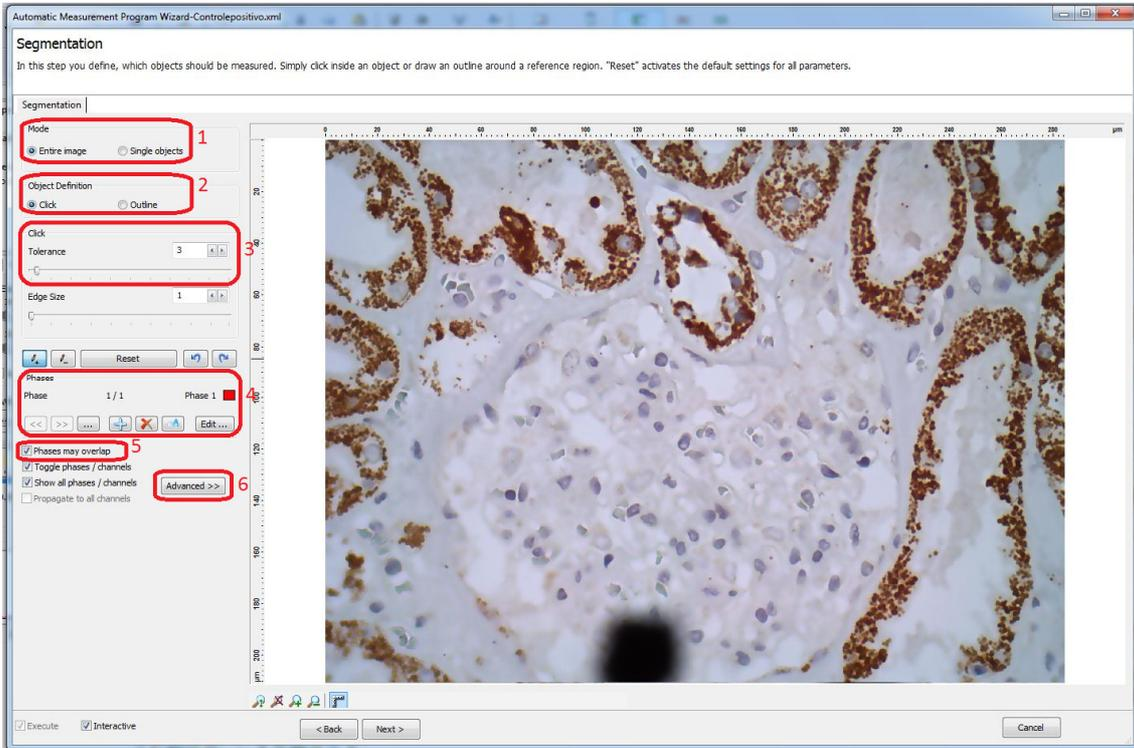

Figura 10.14 – Passo 7, segmentação
Seguindo o passo-a-passo ilustrado na figura 10.14, entende-se que para a imagem inteira (1), através de um *click* na cor de interesse (2), com uma certa tolerância à variação de tonalidade daquela cor (3), será feita a marcação da fase 1/1 em vermelho (4). Em outras palavras, ao se posicionar o mouse sobre a imagem, a composição de cor do *pixel* sob o ponteiro será mostrada e, se selecionado o tal *pixel*, todos os demais *pixels* da imagem que tiverem composição de cor semelhante - dependendo do nível de tolerância (3) – serão igualmente selecionados e indicados com a cor vermelha.